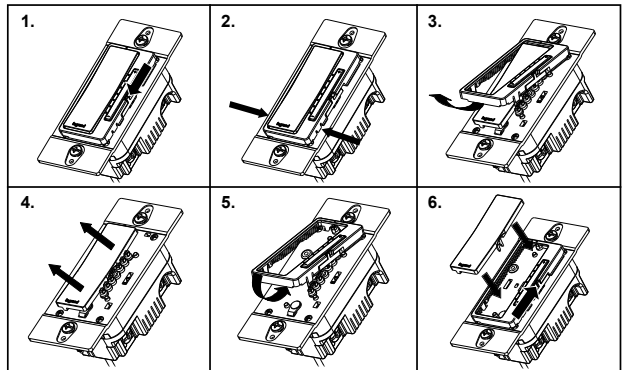

Figure 1 / Figure 1 / Figura 1
1. If a color change kit was provided, and a different color is desired, see the Color Change Procedure (Figure 1), if not proceed to step #2.
- 1. Si une trousse de changement de couleur est fournie et que vous souhaitez changer de couleur, consultez la Procédure de changement de couleur (Figure 1). Sinon, passez directement à l'étape 2.
- 9. Rétablissez l'alimentation et faites un essai. Assurez-vous que le ventilateur ne cale dans aucune des positions de fonctionnement (ON). Ne pas laisser le ventilateur rester en position « calé ». NE PAS UTILISER LA CHAÎNE DE TRACTION APRÈS L'INSTALLATION DU DISPOSITIF DE COMMANDE.